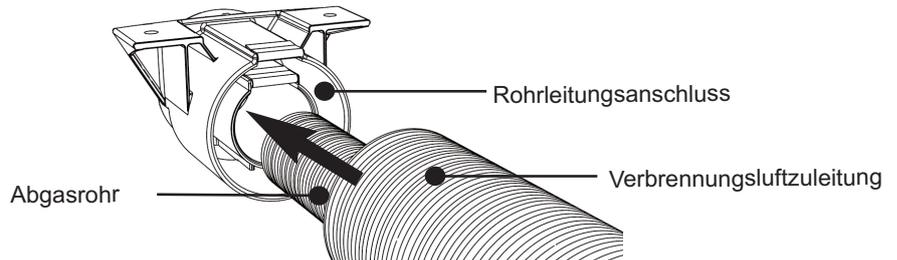

Abb. 23A Verbinden der Rohre (Gas/Luft) mit dem Rohrleitungsanschluss
- iii. Schieben Sie das Abgasrohr so weit wie möglich (ca. 50 mm) in die Rückseite des Rohrleitungsanschlusses (der am Fahrzeugboden montiert ist). Das Abgasrohr muss bis zum Anschlag hineingeschoben werden. Siehe bitte Abb. 23A, B und C.